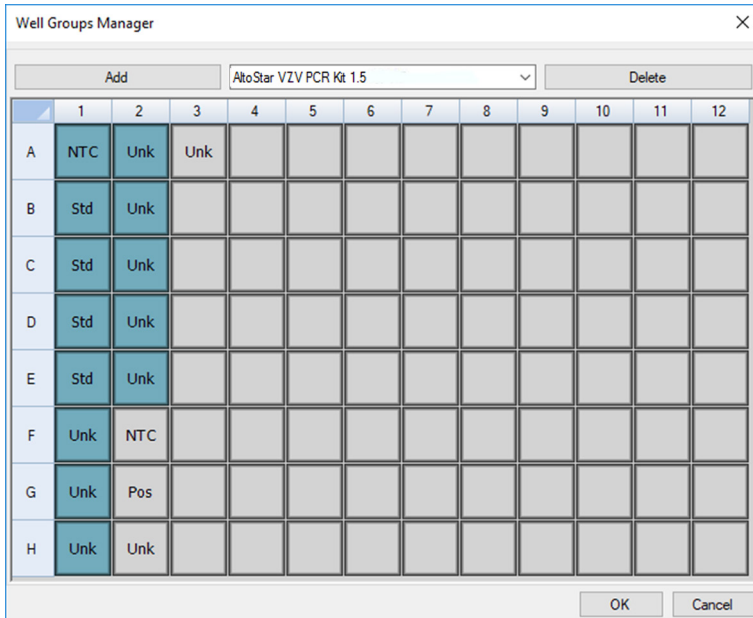

Abb. 2: Dialogfenster Well Groups Manager (Well-Gruppen-Manager)
2. Klicken Sie im Dialogfenster Plate Editor (Platten-Editor) auf **Well Groups...** (Well-Gruppen...) in der Menüleiste. Das Dialogfenster Well Groups Manager (Well-Gruppen-Manager) wird angezeigt (siehe Abbildung 2).
- Wählen Sie alle Wells im Bereich der PCR-Platte aus, die zum ersten Assay gehören (siehe Abbildung 2). Die Wells, die zu einem bestimmten Assay gehören, lassen sich im Dialogfenster Plate Editor (Platten-Editor) anhand des Eintrags im Feld **Biological Set** (biologische Gruppe) ermitteln.